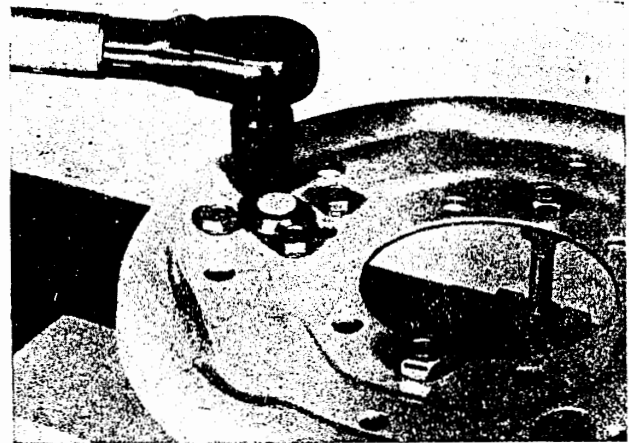

Bild B 8. Anbau der Radbremszylinder – Anzugsmoment
3. Die Sechskantschrauben $\text{M } 8 \times 14$ TGL 0-99-10.9 der Radbremszylinder werden mit einem Anzugsmoment von 30^{+10} Nm (3^{+1} kpm) befestigt (Bild B 8).